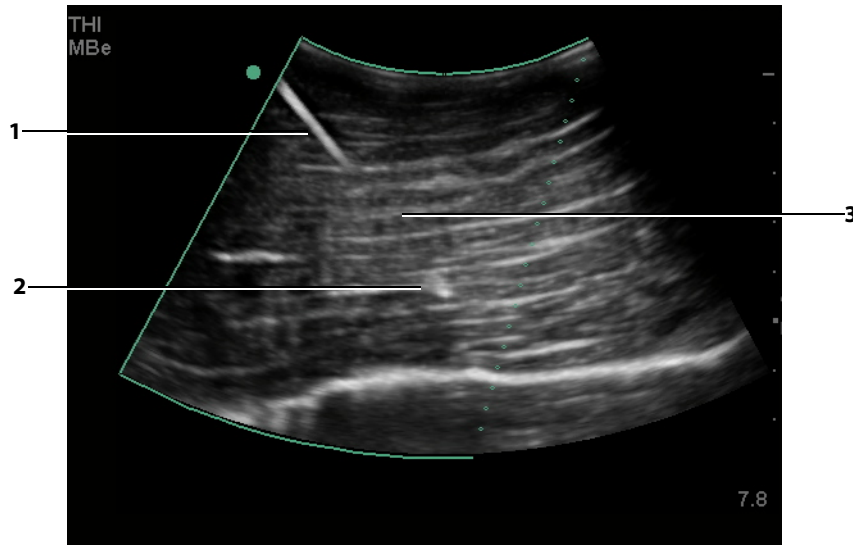

Figure 3 : Dans le cas d'une sonde à tête courbe, il est possible que seuls certains segments de la tige de l'aiguille soient affichés :
- Merci de noter que la divergence du faisceau d'une sonde à tête courbe peut empêcher l'affichage d'un segment de la tige de l'aiguille sur l'image. (Voir la figure 3). L'extrémité de l'aiguille risque de ne pas apparaître.
Dans le cas de sondes à tête courbe, MBe peut aider à identifier la direction de l'aiguille, même s'il est possible que seuls certains segments de la tige de l'aiguille apparaissent sur l'image. (Voir la figure 3). Utiliser l'injection de liquide et le mouvement pour vérifier l'emplacement de l'extrémité de l'aiguille.